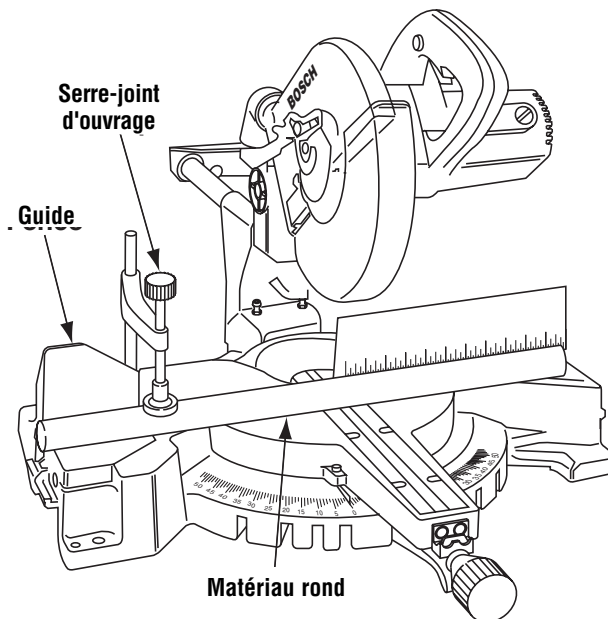

Figure 37. Matériau rond
**⚠ AVERTISSEMENT** Pour les matériaux ronds tels que les goujons ou les tubes, utilisez toujours un serre-joint ou un dispositif conçu de manière à cramponner l'ouvrage fermement contre le guide et la table. Les goujons ont tendance à rouler pendant qu'on les coupe, ce qui amène la lame à « mordre » et tire l'ouvrage et votre main dans la lame (Figure 37).